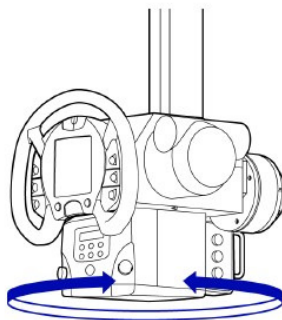

Fig. 1 Rotação em torno do eixo vertical
- 1) Faça inspeções diárias na estativa CH-200/CH-200M. Em particular, cheque se há alguma anormalidade como por exemplo ser possível rotacionar o suporte do tubo de raios-X em seu eixo vertical (Fig. 1 abaixo) sem pressionar qualquer botão no painel de controle; se qualquer ponto anormal for observado, pare de usar o equipamento e contate o representante Shimadzu prontamente.